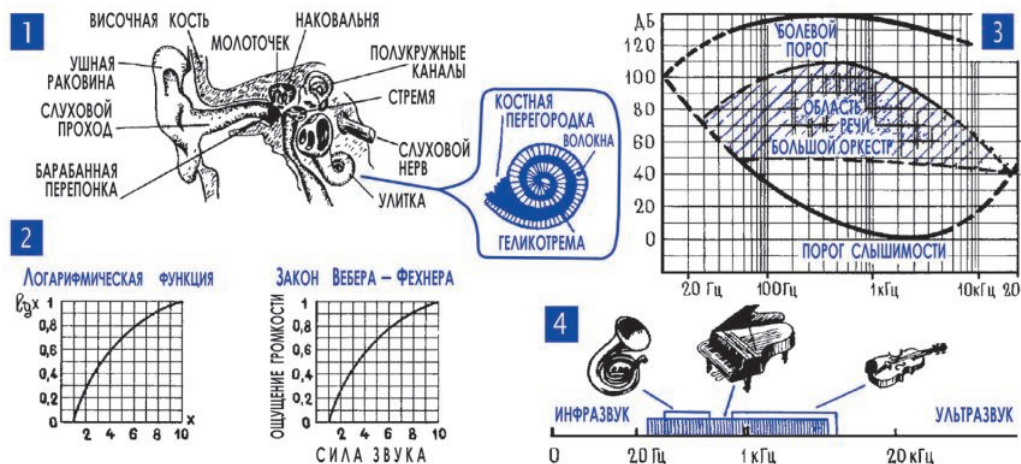

Рис. 7.4. Строение уха и восприятие звука человеком
**14. Орган слуха – высокочувствительный приемник и анализатор сложных звуковых сигналов.** Наземная станция метро – это лишь небольшая часть того, что мы называем словом «метро», главные же его сооружения – прекрасные дворцы-станции, бесконечные туннели, эскалаторы, поезда, системы электроснабжения и связи – все это скрыто под землей. Вот так и то, что мы привыкли называть ухом, – это не более чем своего рода наземная станция метро. Главные же части нашего звукоприемника – среднее и внутреннее ухо – нам не видны, они спрятаны глубоко и защищены костями черепа (рис. 7.4).
Напомним, логарифм (десятичный) какого-либо числа – это есть показатель степени, в которую нужно возвести 10, чтобы получить данное число. Сокращенно это записывается, например, так:  $\lg 100 = 2$ , то есть логарифм числа 100 равен 2. Действительно, если возвести 10 в квадрат (в степень 2), то как раз и получится 100. Точно так же нетрудно понять и другие записи:  $\lg 1000\,000 = 6$ ;  $\lg 2 = 0,3$  и т. д. Логарифм, то есть, попросту говоря, цифра, забравшаяся на место показателя степени, с огромной силой влияет на результат. Так, например, если увеличить логарифм всего в два раза, скажем с 2 до 4, то само число увеличится в 100 раз, а именно со 100 до 10 000 ( $\lg 100 = 2$ ;  $\lg 10\,000 = 4$ ). Можно сказать об этом и другими словами: резкое изменение какого-либо числа приводит к сравнительно небольшому изменению его логарифма. И опять тот же пример, но уже прочитанный в обратном направлении: если увеличить какое-либо число в 100 раз, то его логарифм увеличится всего в два раза (10 000 больше, чем 100, в 100 раз, а  $\lg 10\,000$  больше, чем  $\lg 100$ , всего в 2 раза). Зависимость логарифма от самого числа, к которому он относится, называется логарифмической зависимостью. Именно на нее и похожа зависимость ощущения громкости от силы звука, похожа и по форме (рис. 7.4; 2), и по существу: сильное изменение силы звука приводит к сравнительно небольшому изменению ощущения громкости. Эта зависимость, характерная, кстати, не только для слуха, но и для других «приемников» живой природы4, получила название закона Вебера–Фехнера, по имени открывших ее ученых, математика и физиолога.